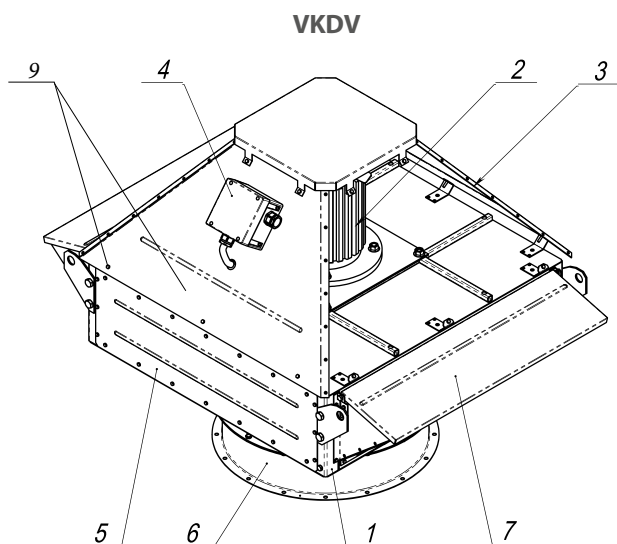

Abb. 3
Dazu muss zuerst die Schutzhaube (3) (Abb. 3, 4) durch Lösen der Schrauben (9) (Abb. 3, 4), mit denen sie befestigt ist, entfernt werden.